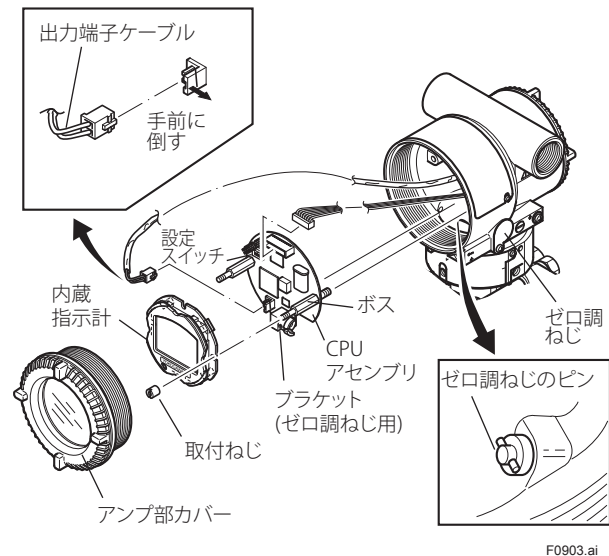

図9.3 内蔵指示計およびCPUアセンブリの取付けおよび取りはずし
(図 9.3 参照)
- ② ゼロ調ねじのピンが図 9.3 のような位置になるように合わせます。
- ③ 出力端子のケーブル（先端に茶色のコネクタが付いているケーブル）をはずします。
(図 9.3 左上図参照)